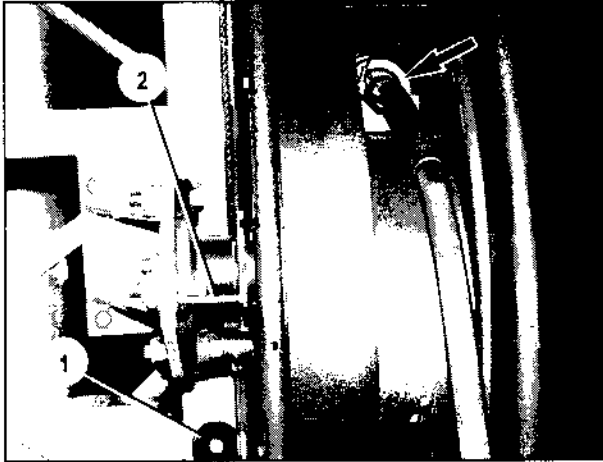

Bild 53
1. Vielfachkabel FM 1000 von der Kabeltrommel abziehen, Kabeltrommel **festhalten**, Stecker aus der Aufnahme (Bild 53/Pfeil) nehmen und Kabeltrommel verriegeln; dazu Hebel (Bild 53/1) vom Halteboizen (Bild 53/2) abheben.